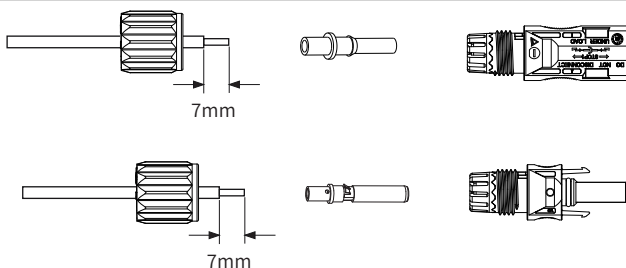

Abb. 5.3 Überwurfmutter des Steckers demontieren
a) Entfernen Sie das Gleichstromkabel ca. 7 mm und demontieren Sie die Überwurfmutter des Steckers (siehe Abbildung 5.3).